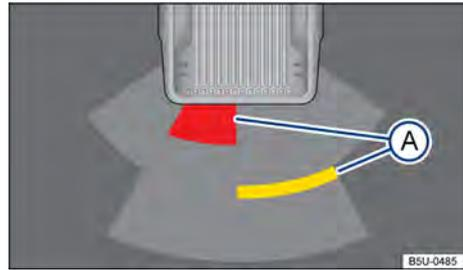

Fig. 90 Presentación del display del control de distancia de estacionamiento (display a color): (A) obstáculo reconocido en el segmento.
Dependiendo de la versión del vehículo, se mostrará en el display de la radio (no disponible para algunas versiones) → **fig. 90** la zona registrada por los sensores de ultrasonido en la parte trasera (A) del vehículo. Posibles obstáculos se exhiben tomando el vehículo como punto de referencia → ⚠️. Al mismo tiempo, suenan señales sonoras.